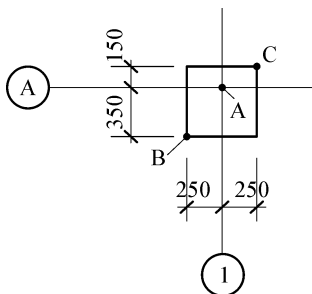

图 3-20 1~A 轴交点位置柱子布置图
1. 绘制 1 轴交 A 轴上矩形偏心框架柱。柱子尺寸为 500 mm×500 mm,如图 3-20 所示:
① 指定第一个角点或【倒角(C)/标高(E)/圆角(F)/厚度(T)/宽度(W)】:在提示下,捕捉图 3-20 中的 A 点(以 A 点作为确定矩形左下角的基点)。
② 指定第一个角点或【倒角(C)/标高(E)/圆角(F)/厚度(T)/宽度(W)】:<偏移>:提示下,输入矩形左下角点 B 相对于基点 A 的坐标“@-250,-350”这样便绘出了矩形的左下角点。
③ 指定另一个角点或【面积(A)/尺寸(D)/旋转(R)】:在提示下,输入矩形右上角点 C 相对于 B 点的坐标“@500,500”,然后按 Enter 键结束命令。